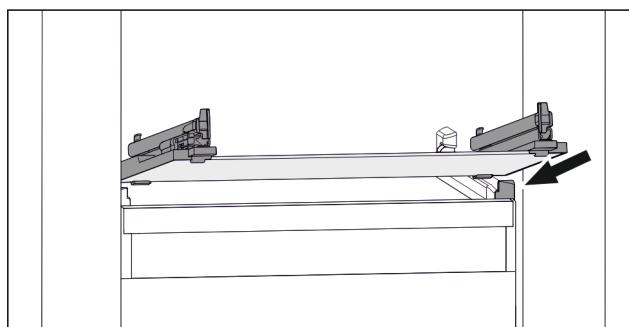

Fig. 167 Przykładowa prezentacja płyty szklanej
- ▶ Założyć płytę szklaną pod skosem za stoperami. (patrz Fig. 167)